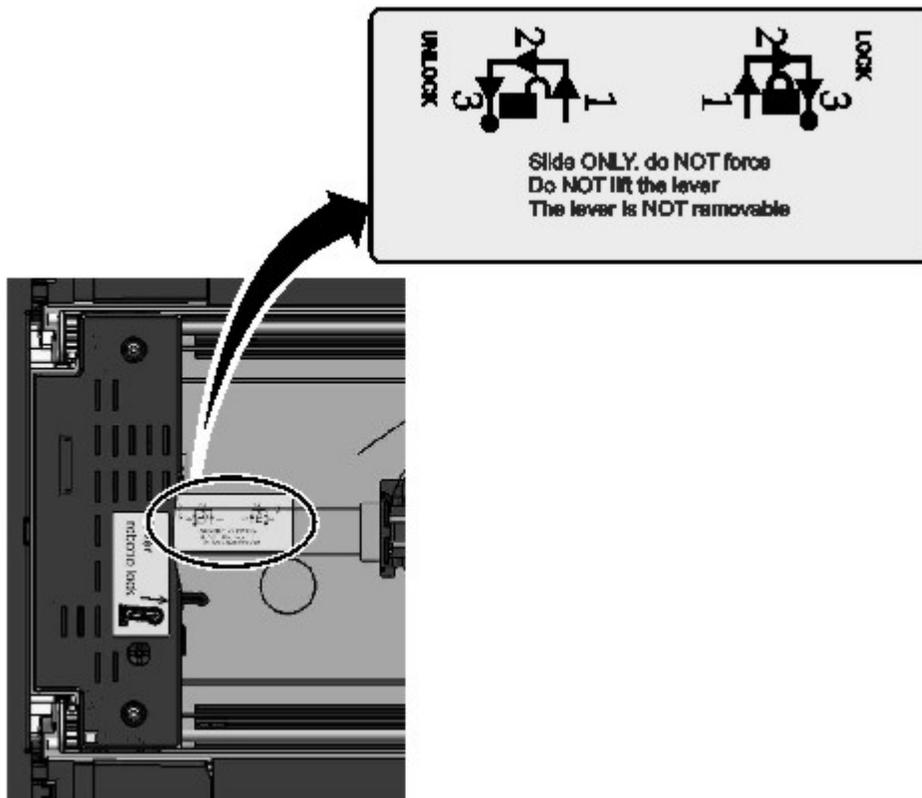

Abbildung 71. Roboter entriegeln
10. Entriegeln Sie den Hebel und legen Sie den Zugriffsmechanismus zur Seite. Weitere Informationen finden Sie im Abschnitt Abbildung 71 auf Seite 163.